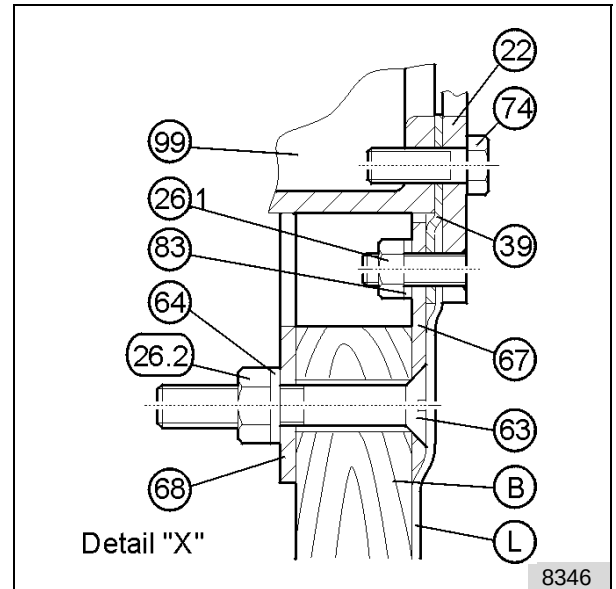

fig. 18: Dettaglio X
Montare l'anello di tenuta (67) con la rondella distanziatrice (68) alla parete della vasca. Agganciare la lamiera (L). Serrare la lamiera (L) e la tenuta piatta (39) insieme all'anello di serraggio (22) e ritagliare la lamiera (L). Montare il set d'installazione (92) sull'anello di serraggio (22) con le viti (74). Vedere anche il dettaglio X nella fig.18.